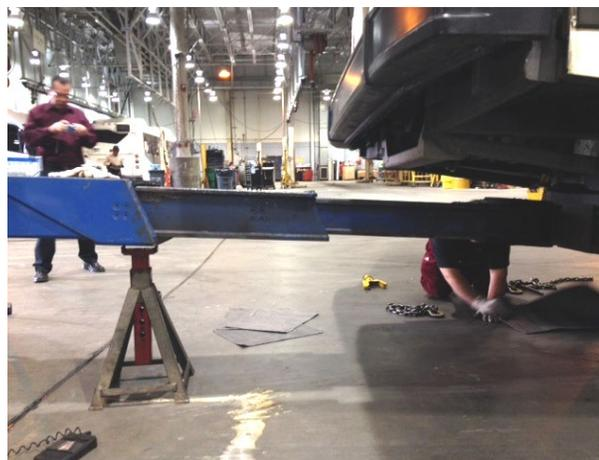

FIGURE 63
- Installer une chandelle sous le bras télescopique en guise d'appui et pour des raisons de sécurité puis abaisser le bras télescopique pour qu'il repose sur la chandelle (Figure 63). Les blocs peuvent être retirés d'en dessous des roues de l'essieu moteur.